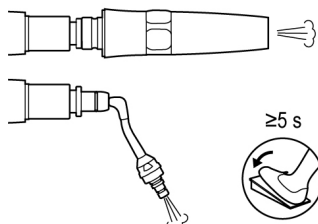

Fig. 20
3. Faites tourner au ralenti sans eau pendant plus de 5 secondes pour effacer les lignes (Fig. 20).